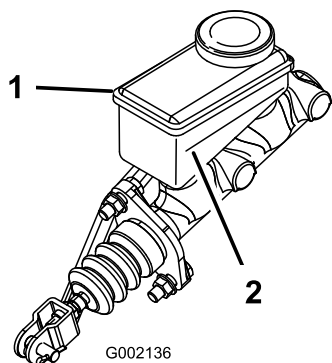

図 66
5. タンクの側面についているマークで、量を点検する 図 66。
B. 最低ラインより上まで DOT 3 ブレーキ液を補給する 図 66。